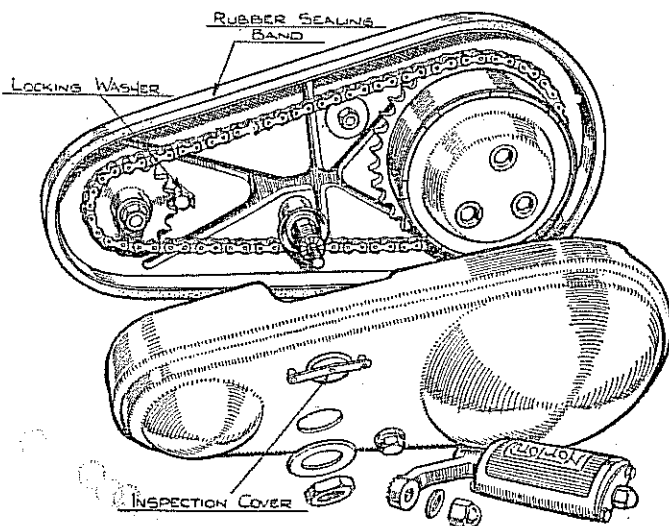

Fig. 22.
46. REMOVAL OF OIL BATH. (Fig. 22.)